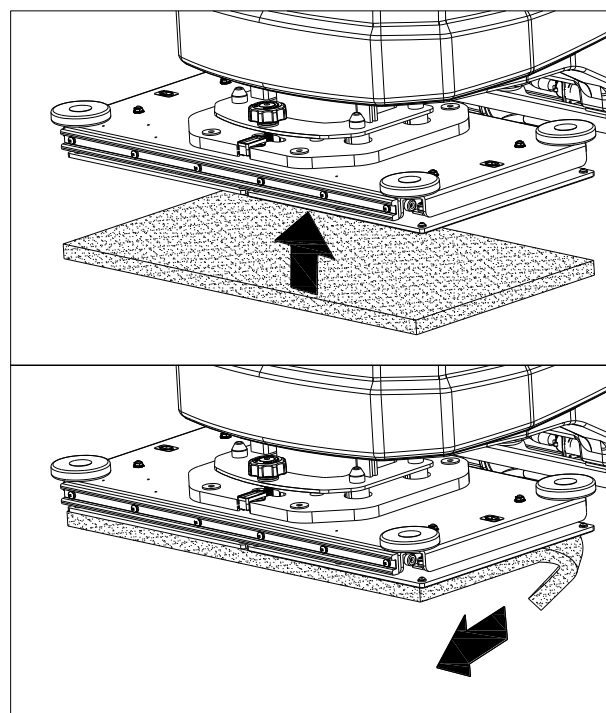

Figura 10
2. Utilizzare il metodo manuale per installare o rimuovere il feltro come illustrato nella (Figura 10)